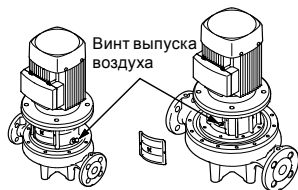

Рис. 21 Винт выпуска воздуха
1. Закреть запорный клапан на стороне нагнетания насоса и открыть винт выпуска воздуха в промежуточном корпусе насоса, как показано на рис. 21.
2. Отвернуть винт выпуска воздуха, как показано на рис. 21.
3. При пуске из насоса нужно удалить воздух, вывинтив для этого расположенный в промежуточном корпусе насоса винт выпуска воздуха до тех пор, пока из отверстия для выпуска воздуха не потечет рабочая жидкость, как показано на рис. 21.